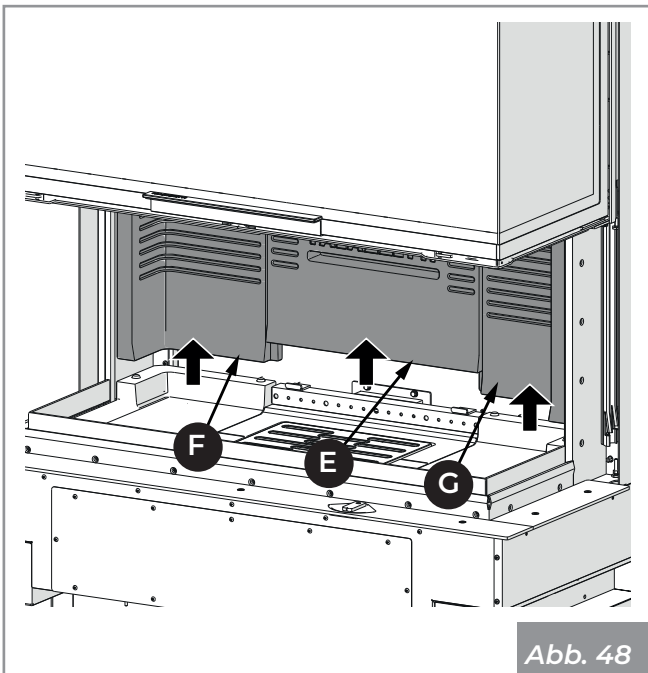

Abb. 48
- 5) Erheben und entnehmen Sie in der Reihenfolge die feuerfeste mittlere Rückwand (E) und dann die seitlichen (F, G) (Abb. 48).